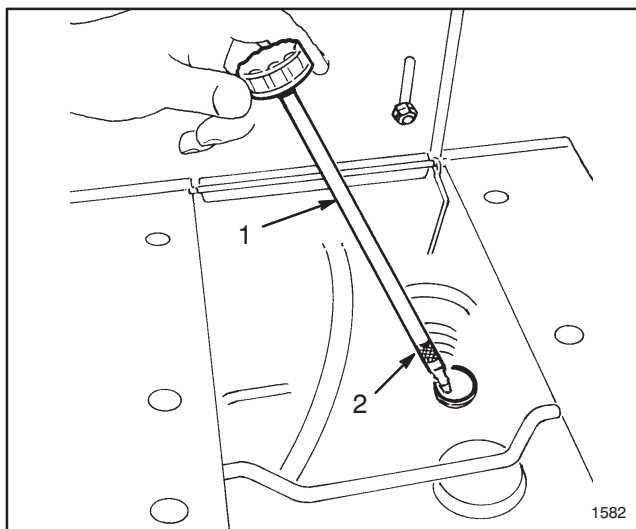

Figure 4
3. Retirer la jauge du tube de remplissage (Fig. 4).
5. Verser lentement l'huile dans le carter moteur (Fig. 4). Utiliser une huile détergente de haute qualité de classe SF ou SG (classification API — American Petroleum Institute). Choisir la viscosité de l'huile en fonction de la température ambiante attendue.
6. Balancer la machine doucement d'un côté à l'autre pour libérer tout l'air qui pourrait être piégé dans le carter. Visser la jauge à fond dans le tube de remplissage, puis la retirer et vérifier si l'huile atteint le repère du plein (FULL) sur la réglette de la jauge (Fig. 4). Si le niveau est bas, rajouter juste assez d'huile pour atteindre le repère du plein.